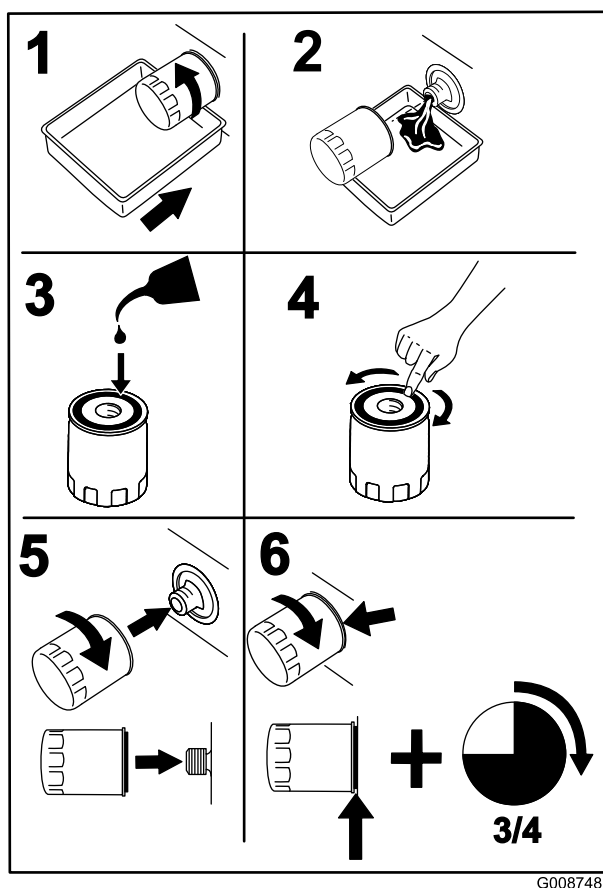

Figure 40
2. Remplacez le filtre à huile moteur (Figure 40).